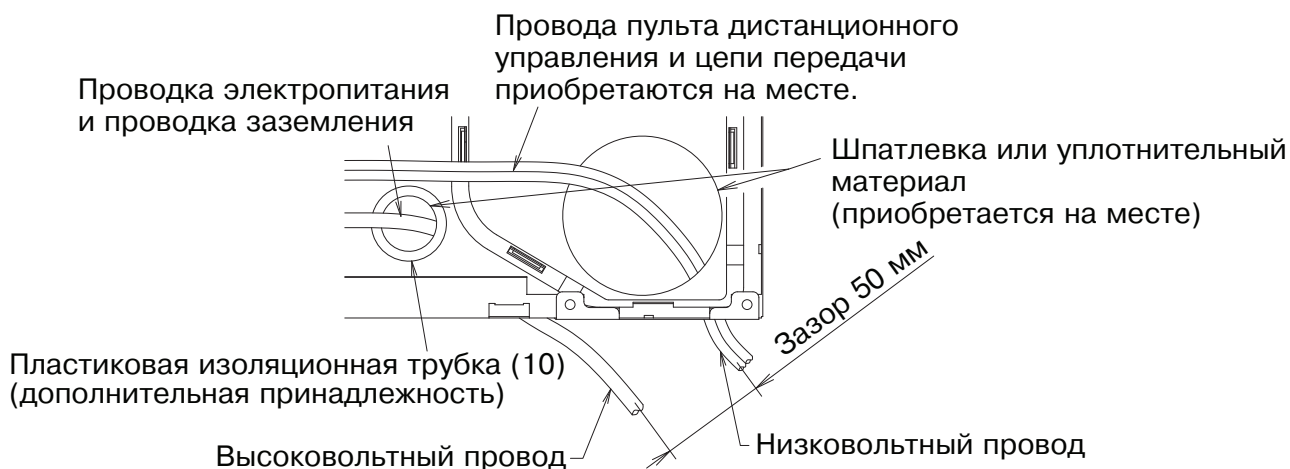

Рис. 32
- (1) Удерживая блок управления, ослабьте винты (2 шт.) и снимите крышку блока управления.
- (2) Откройте выбивное отверстие и вставьте резиновую втулку (10) (дополнительная принадлежность) с задней и верхней стороны (металлическая пластина).
- (3) Проденьте силовой кабель сквозь отверстие и подключите его к клеммной колодке для источника питания (X2M; диполи). Подключите заземляющий провод к контакту заземления. После этого сложите его в петлю и закрепите имеющимся креплением для проводки (11) и зажимом (4) таким образом, чтобы исключить внешнее воздействие на проводку цепи передачи. **(См. рис. 32)**
- (4) Проденьте провода пульта дистанционного управления и цепи передачи через отверстие и подключите провод пульта дистанционного управления к разъемам [P1·P2], а провод цепи передачи к разъемам [F1·F2] (полярность отсутствует). После этого сложите его в петлю и закрепите имеющимся креплением для проводки (11) и зажимом (4) таким образом, чтобы исключить внешнее воздействие на проводку цепи передачи. **(См. рис. 32)**